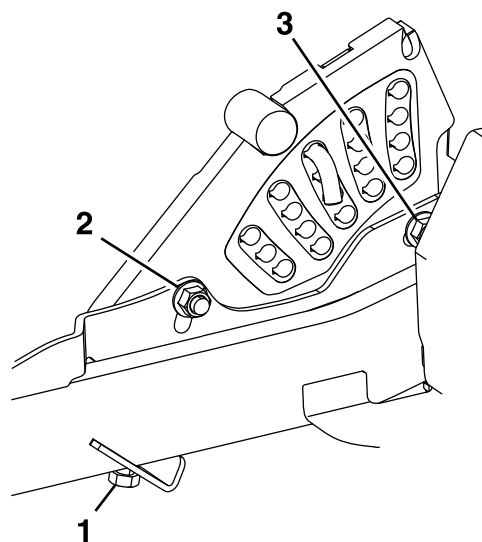

Figure 85
13. Si les 4 dispositifs de réglage du tablier ne disposent pas d'un réglage suffisant pour produire une hauteur de coupe précise, vous pouvez régler le système monopoint (Figure 85).
14. Pour régler le système monopoint, commencez par desserrer les boulons de fixation des plaques de hauteur de coupe avant et arrière (Figure 85).
16. Serrez les 2 boulons au bas de la plaque de hauteur de coupe (Figure 85).